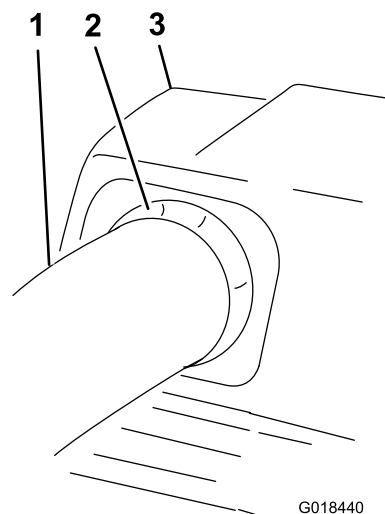

Figura 30
10. Estraete leggermente il tubo superiore, in modo che la guarnizione si estenda verso l'esterno e sopra il tubo inferiore (Figura 30).
19. Estraete leggermente il tubo superiore, in modo che la guarnizione si estenda verso l'esterno e sopra il gruppo soffiatore (Figura 30).